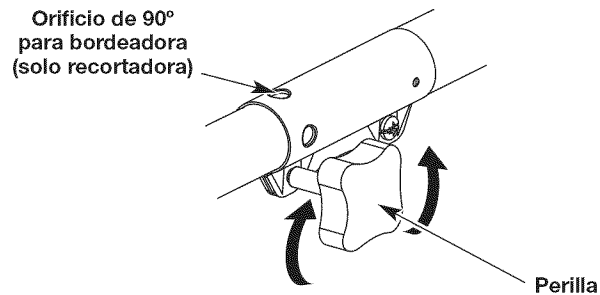
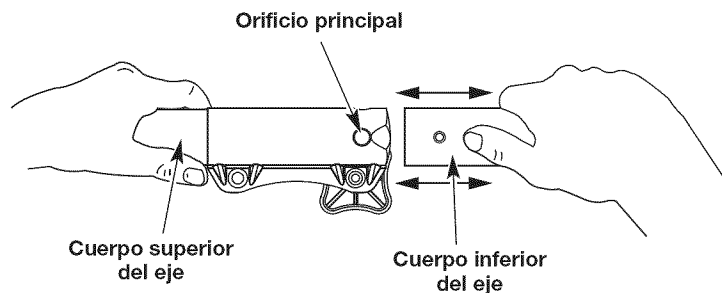

Fig. 8
Fig. 10
1. Para aflojar, gire la perilla en sentido contrario a las agujas del reloj (Fig. 8).
3. Para apretar, gire la perilla en el sentido de las agujas del reloj (Fig. 8).
PRECAUCIÓN: Antes de operar esta unidad, cerciórese de que el botón de liberación esté completamente encajado en el orificio principal (Fig. 10) y de que la perilla (Fig. 8) esté bien apretada.
Para hacer cortes (orillados) decorativos con el accesorio de corte del cabezal de línea, trabe el botón de desconexión del accesorio en el interior del orificio de 90° (Fig. 8).
3. A la vez que sujeta firmemente la caja del eje superior, saque el accesorio del acoplador Convertible™ (Fig. 10).